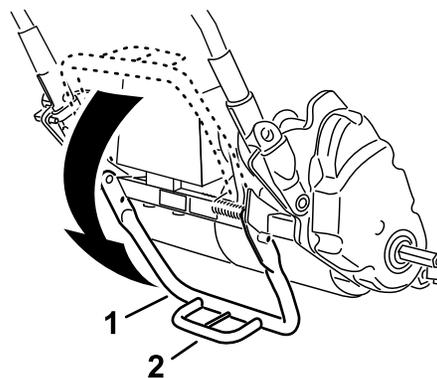

Рисунок 11
1. Ногой отожмите вниз среднюю часть скобы откидной опоры и вытяните вверх опору рукоятки, чтобы откидная опора выдвинулась вперед относительно своего центрального положения (Рисунок 11).